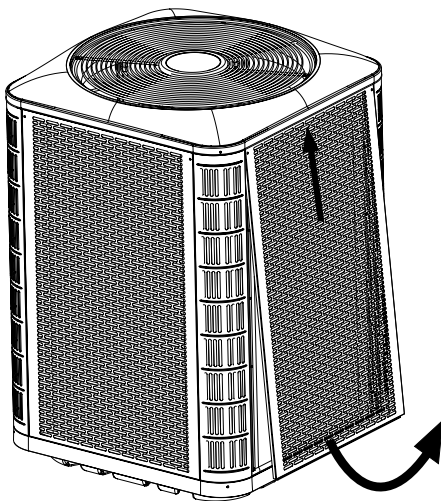
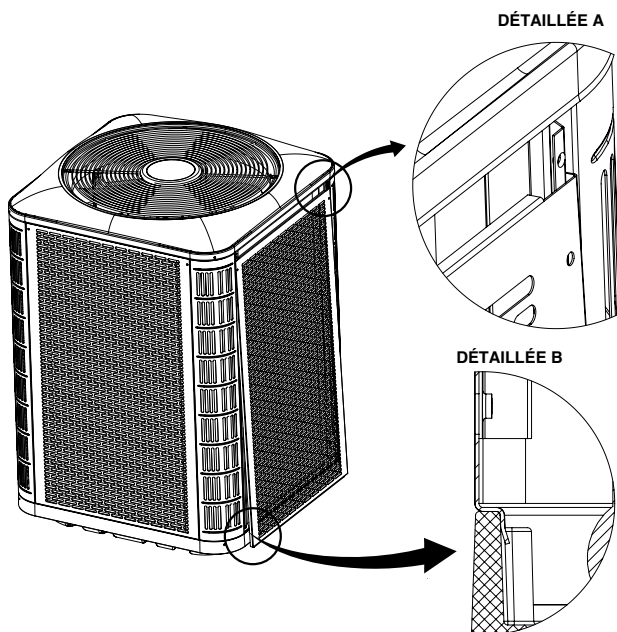

Figure 5. Désassemblage du panneau
Figure 6. Installation du panneau
- Pour accéder aux composantes internes de l'appareil, reportez-vous à la Figure 5, \(page 10\) pour désassembler le panneau et la Figure 6, \(page 10\) pour installer le panneau.
2. Glissez le panneau vers le haut et le bac supérieur pour dégager la bride inférieure du bac inférieur. Voyez la Figure 5.
1. Insérez les coins supérieurs des brides latérales du panneau dans les rainures du montant de coin, tel que montré au détail A dans la Figure 6.